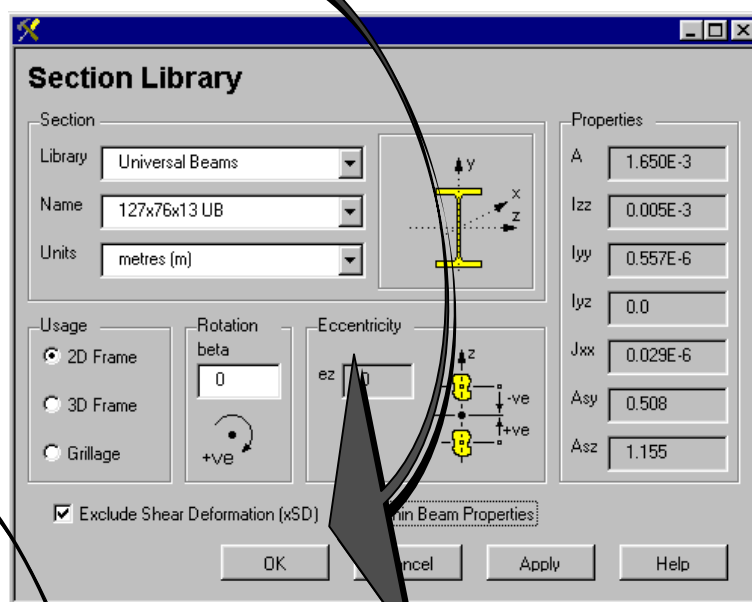

Fig. 21
- în caseta de dialog, pentru stâlpi se alege secțiunea tip I (**Universal Beams**) cu dimensiunile **127x76x13 UB** (fig. 21)